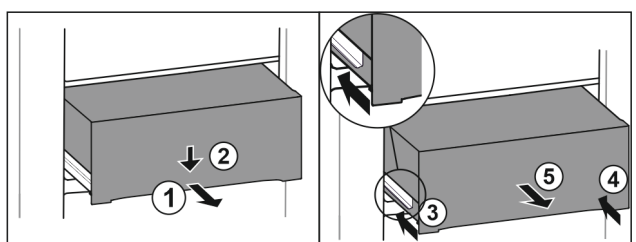

Fig. 212
- ▶ Zásuvku napůl vytáhněte. Fig. 212 (1)
- ▶ Stlačte zásuvku na přední straně dolů. Fig. 212 (2)
- ▶ Zasuňte levou kolejničku přibližně do 2 cm. Fig. 212 (3)
- ▶ Zasuňte pravou kolejničku přibližně do 2 cm. Fig. 212 (4)
- ▶ Vyjměte zásuvku dopředu. Fig. 212 (5)